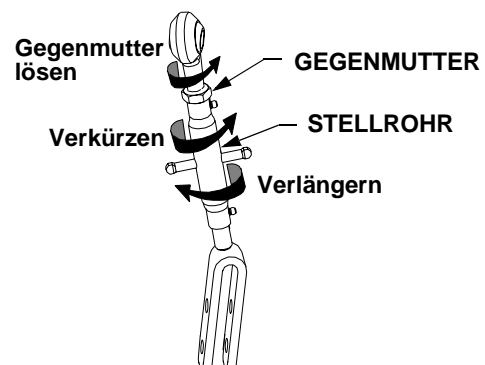

Abbildung 27
- Der verstellbare Hubarm rechts kann eingestellt werden, um die Unterlenker in der Höhe einzurichten. Die Gegenmutter lösen und das Stellrohr, wie in Abbildung 27 gezeigt, drehen, um die Hubkupplung zu verkürzen oder zu verlängern. Nach dem Einstellen die Gegenmutter wieder am Stellrohr festziehen.